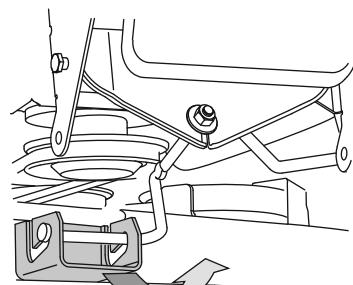

Figura 32
8. En plataformas de 38", deslice suavemente la plataforma de corte hacia la parte delantera del tractor y con cuidado quite los ganchos de la plataforma para extraerlos de la varilla estabilizadora de la plataforma. Consulte la Figura 32.